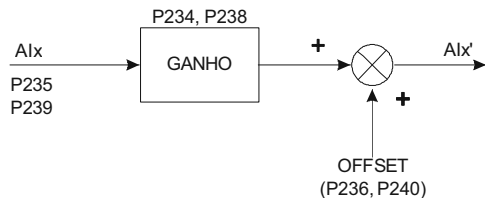

Figura 6.19 - Blocodiagrama das entradas analógicas AI1 e AI2
- Isto é representado esquematicamente na figura 6.19.